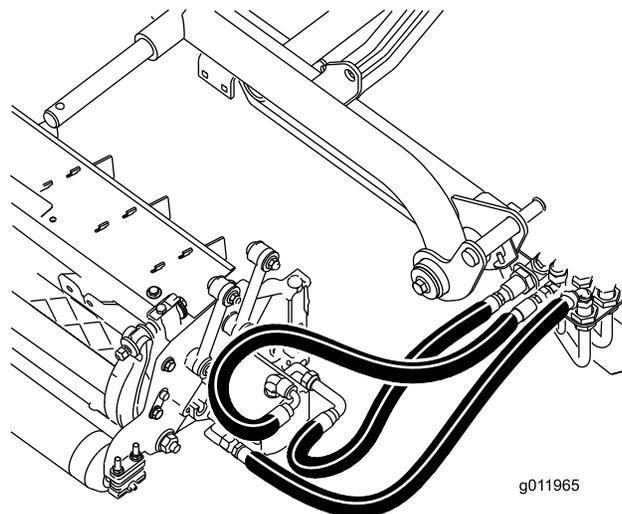

Figura 22
**Importante:** Certifique-se de que as tubagens não estão a rodar nem têm dobras e que as tubagens da unidade de corte traseira estão dirigidas como se mostra na (Figura 22). Levante as unidades de corte e vire-as para a esquerda (modelo 03171). Os tubos da unidade de corte traseira não devem estar em contacto com o suporte do cabo de tração. Reposicione os componentes e/ou as tubagens, se necessário.